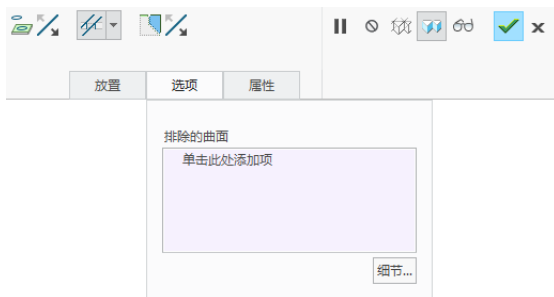

图 3-35 “选项”面板
(3) 定义扯裂垂直方向。图标选项用于垂直于驱动曲面的扯裂，图标选项用于垂直于偏移曲面的扯裂。
(4) 如果要将草绘的投影方向反向到参考平面的另一侧，则单击旁边的（更改草绘的投影方向）按钮。
(5) 如果要将扯裂的区域交换到草绘的另一侧，则单击旁边的（扯裂草绘的另一侧）按钮。
(6) 要从扯裂中排除一个或多个曲面，则在“草绘扯裂”选项卡中单击“选项”标签以打开“选项”面板，如图 3-35 所示，接着单击激活“排除的曲面”收集器，选择要排除的一个或多个曲面。